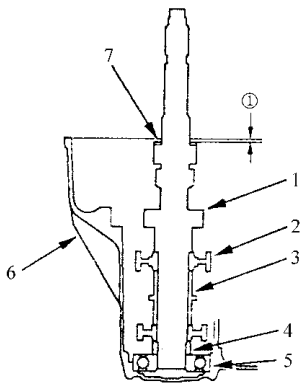

图 4-106 安装组装好的主轴
- 2) 如图 4-106 所示，将 3 档/4 档同步毂、定距环套、5 档同步毂、定距环套和球轴承装到主轴上，然后，将组装好的主轴，安装到变速器壳上。
①—调整垫片间隙
4) 使用直尺和游标尺，(见图 4-106)测量变速器壳体端和垫圈之间的距离①。在 3 个位置进行测量，